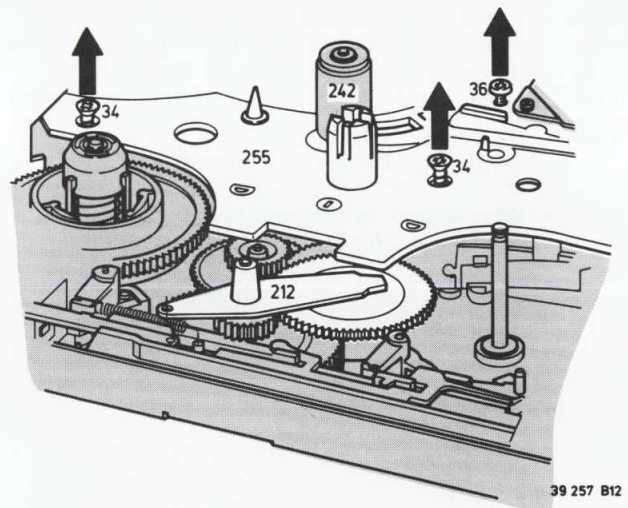

Fig. 3-1-12
- De voorste drie bevestigingsschroeven (bovenplaat) losschroeven (ongeveer 5 mm) (Fig. 3-1-12).